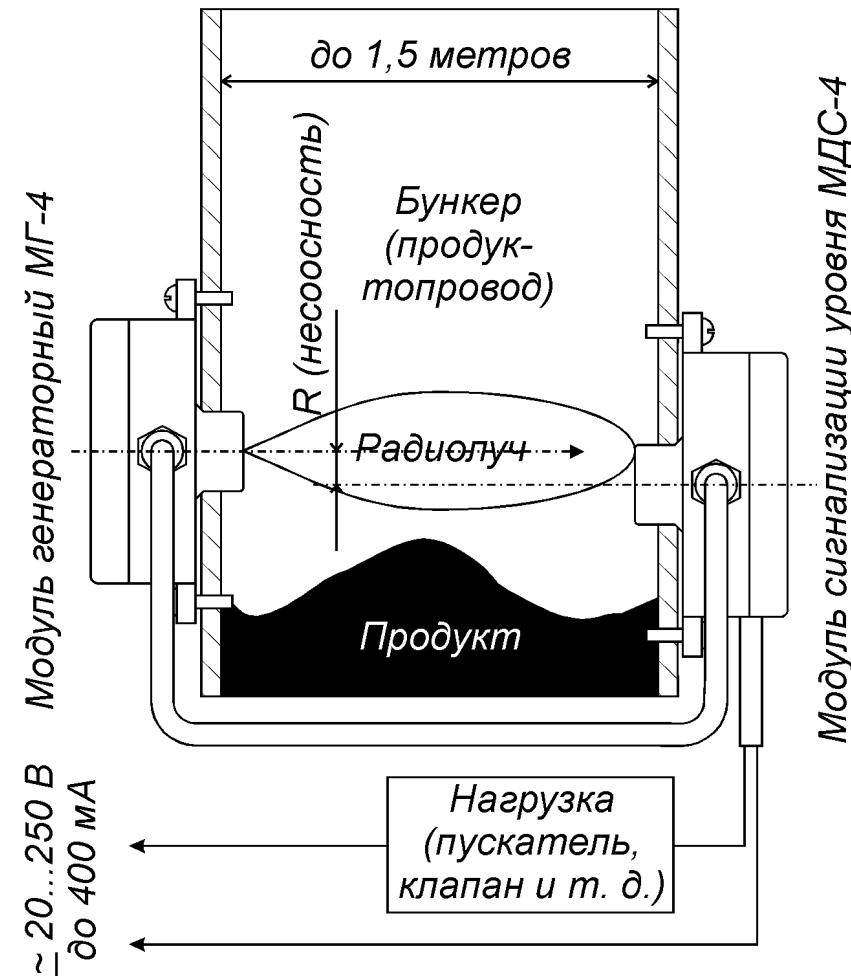
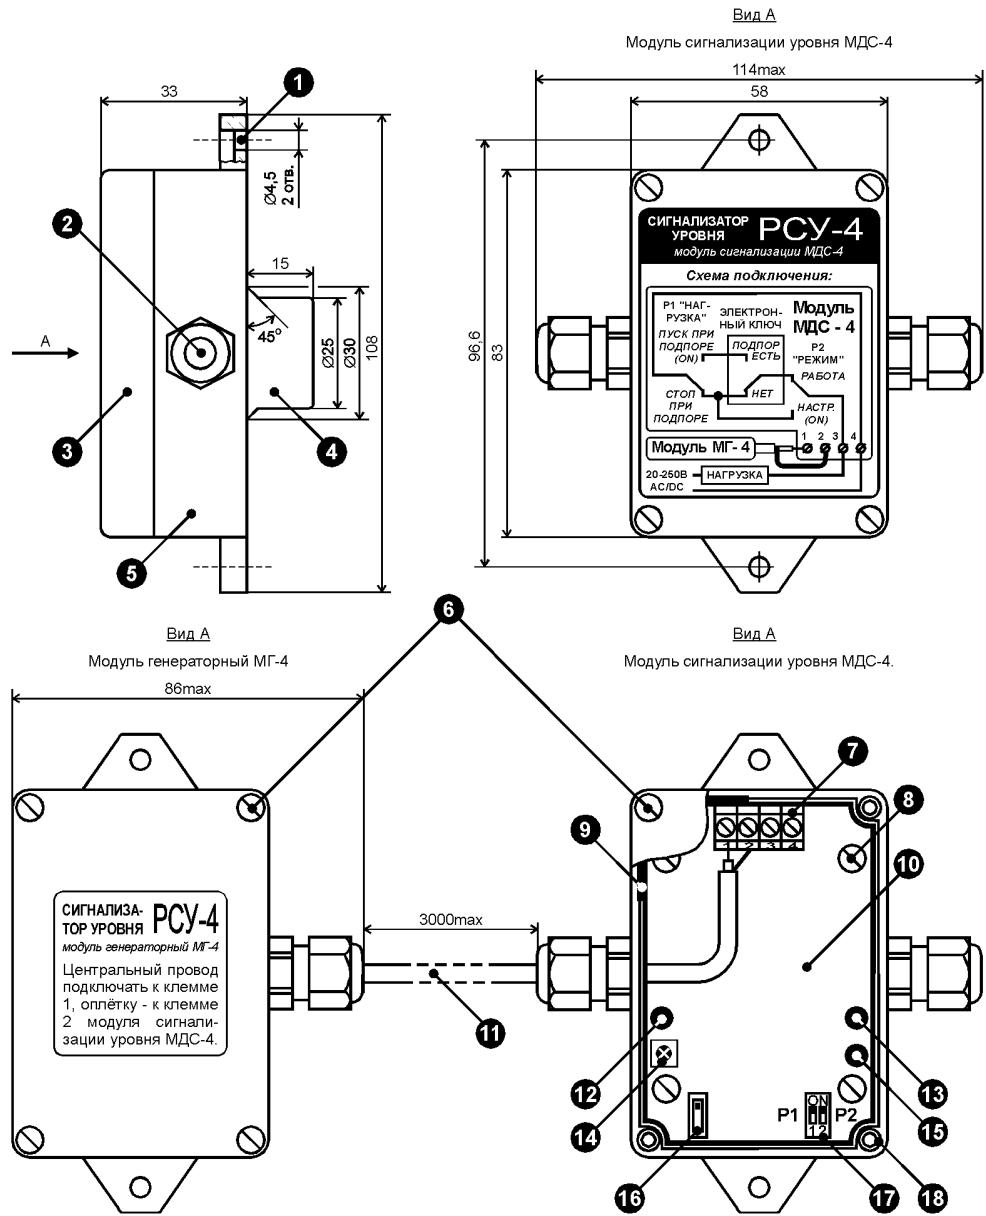

Рис. 1. Принцип действия сигнализатора уровня РСУ-4.
Рис. 2. Конструкция сигнализатора уровня РСУ-4.
Принцип действия сигнализатора основан на ослаблении амплитуды радиосигнала, проходящего сквозь слой контролируемого продукта (рис. 1).
Сигнализатор уровня РСУ-4 состоит из модуля генераторного МГ-4 и модуля сигнализации уровня МДС-4 (рис. 2). Модули собраны в одинаковых корпусах (поз. 5). Корпус через уплотнитель (поз. 9) закрывается крышкой (поз. 3), которая фиксируется четырьмя винтами (поз. 6). Винты вворачиваются в резьбовые втулки (поз. 18), запрессованные в корпус. Для крепления корпуса предусмотрено два отверстия (поз. 1). На боковых стенках модулей установлены кабельные вводы (поз. 2): один на модуле МГ-4 и два - на модуле МДС-4. При монтаже модулей на бункер (продуктопровод) используются вставки полиуретановые ВПУ-15 (поз. 4). Электрическое соединение модулей между собой производится с помощью коаксиального кабеля (поз. 11) длиной 3 метра: кабель является составной частью модуля МГ-4. Вставки ВПУ-15 и коаксиальный кабель входят в комплект поставки.
б) переключатель «Порог» (поз. 16). Установка этого переключателя в верхнее по рис. 2 положение снижает чувствительность РСУ-4, позволяя использовать его на продуктопроводах небольшого сечения (минимальное расстояние между модулями МГ-4 и МДС-4 – 10 см).
Переключатель Р1 определяет логику работы РСУ-4. В нижнем по рис. 2 положении сигнализатор будет «замкнут» при отсутствии продукта в точке установки, «размыкая» цепь нагрузки при подпоре. Если переключатель Р1 установлен в верхнее положение (положение «ON»), то логика работы меняется на противоположную: при подпоре РСУ-4 «замыкается», включая внешнюю цепь.
Переключатель Р2 используется только при настройке сигнализатора. Если установить его в верхнее по рис. 2 положение (положение «ON»), то независимо от наличия / отсутствия подпора РСУ-4 всегда «замкнут» (если Р1 находится в нижнем по рис. 2 положении) или всегда «разомкнут» (если Р1 находится в положении «ON»). После окончания настройки Р2 необходимо установить в нижнее положение.
Монтаж сигнализатора необходимо проводить в строгом соответствии с рис. 1. Место установки должно располагаться там, где поток продукта, поступающего в бункер (продуктопровод), не перекрывает трассу распространения радиолуча. В местах установки модулей следует обеспечить параллельность противоположных стенок бункера (продуктопровода).
Установочные отверстия для модулей должны (по возможности) располагаться соосно: это повысит чувствительность РСУ-4 и позволит сигнализатору работать при более толстых слоях налипания. Несоосность установки ( $R$  на рис. 1) не должна превышать 10% от ширины или диаметра бункера (продуктопровода).
Проверка работоспособности и настройка изделия производятся после монтажа, непосредственно на контролируемом объекте. Схема подключения сигнализатора изображена на рис. 1 и крышке модуля МДС-4. Расположение органов регулировки и индикаторов показано на рис. 2.
3. Установить переключатель Р1 «Нагрузка» в требуемое положение. Если при подпоре необходимо отключать цепь нагрузки, то Р1 должен быть установлен в нижнее по рис. 2 положение. Если при подпоре следует включать внешнюю цепь (например, запускать механизмы выгрузки продукта из бункера), то Р1 следует установить в верхнее положение (положение «ON»).
5. Установить переключатель «Порог» в нижнее по рис. 2 положение («Высокая чувствительность»).
б) перевести переключатель «Порог» в верхнее по рис. 2 положение («Низкая чувствительность»).
11. Установить переключатель Р2 «Режим» в нижнее по рис. 2 положение («Работа»).